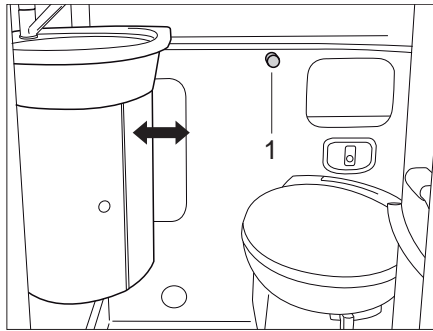

Bild 252 Rörligt tvättbord
- Vrid låsvredet (Bild 252,1) åt vänster.
- Vrid låsvredet (Bild 252,1) åt höger för att låsa tvättbordet.